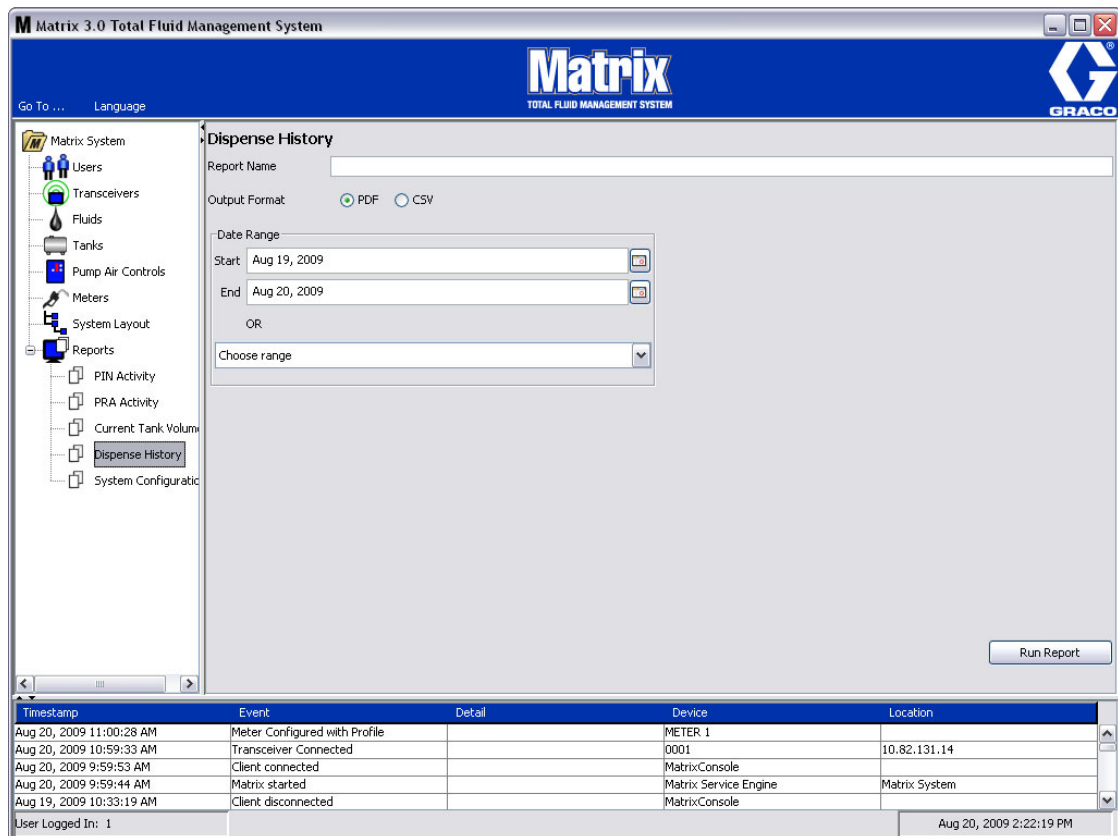

Рис. 107
- Экран «Dispense History» [Журнал выдачи] (Рис. 107)